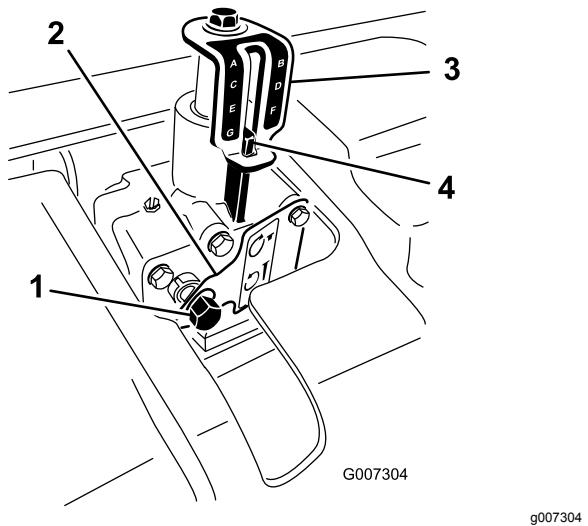

Figura 24
- Inserte un cubo de 9/16 pulgadas con una carraca en el eje de entrada del ajustador de profundidad (Figura 24).
- Gire el ajustador de profundidad en sentido horario para reducir la profundidad de aireación o en sentido antihorario para aumentar la profundidad de aireación. (Figura 24).
- Gire el eje de entrada del ajustador de profundidad hasta alcanzar la profundidad deseada, como se indica en la pegatina indicadora de profundidad (Figura 24).